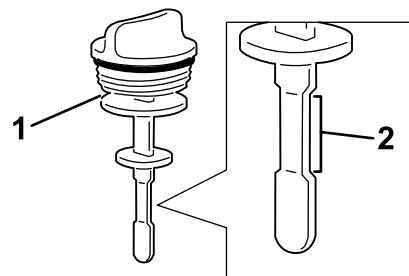

Bild 91
4. Nehmen Sie den Peilstab aus dem Füllstutzen und prüfen Sie den Ölstand (Bild 91).